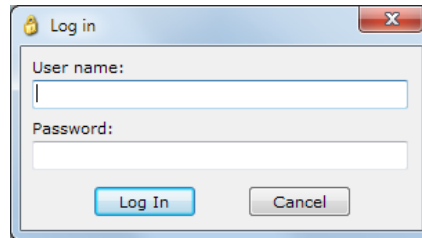

Figura 50-1. Pantalla Inicio de sesión
1. Utilice el Explorador de ajustes en BESTCOMSPi+ para seleccionar Configuración de nombre de usuario en Ajustes generales, Configuración de seguridad del dispositivo. Aparece el cuadro de diálogo Inicio de sesión. Consulte la Figura 50-1. Se requiere un nivel de acceso de administrador para configurar los nombres de usuario y las contraseñas.
- Se muestra el cuadro de diálogo Inicio de sesión. Consulte la Figura 50-1. Se requiere un nivel de acceso de administrador para configurar el acceso a los puertos. Ingrese el nombre de usuario y la contraseña del administrador y luego haga clic en el botón Iniciar sesión. El nombre de usuario de administrador predeterminado es "A" y la contraseña predeterminada es "A".